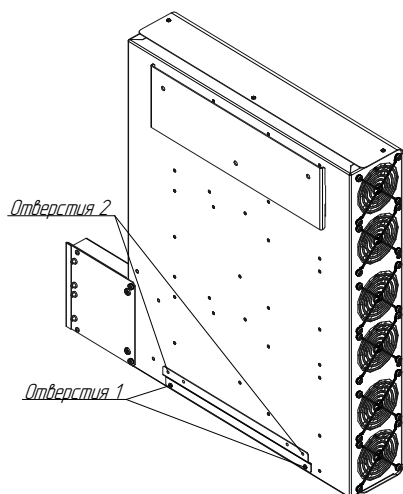

Рисунок 16
1. Выкрутить винты из отверстий 1 (**рисунок 16**).